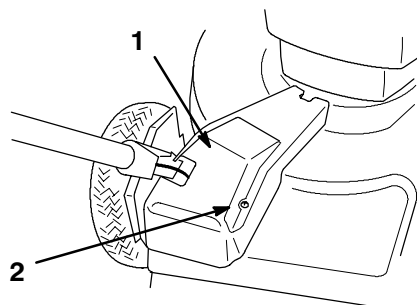

Figure 28
2. Retirer les boulons de fixation du carter de courroie au carter de tondeuse (Fig. 28).